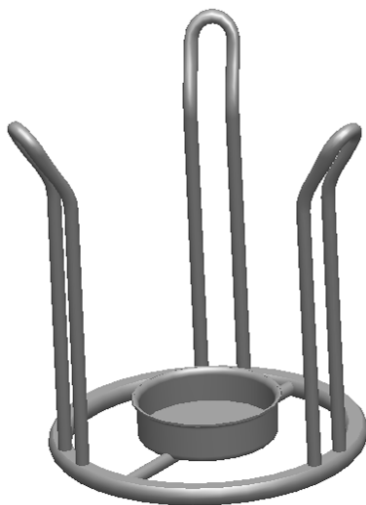

Рис. 2.7
49. Полученный результат показан на рис. 2.7.